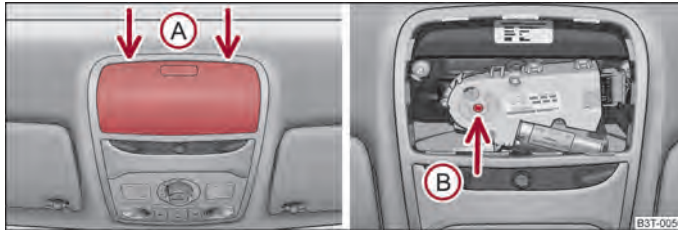

Abb. 33 Ausschnitt des Dachhimmels / Schlüsselansatzpunkt
Bei defekter Anlage können Sie das Panorama-Schiebedach von Hand schließen bzw. öffnen. Die Notbetätigung des Panorama-Schiebedachs befindet sich je nach Fahrzeugausstattung unter der Abdeckung des elektrischen Antriebs, oder unter dem Brillenablagefach ⇒ Abb. 33 - links.
- Setzen Sie einen etwa 5 mm breiten Schraubendreher vorsichtig in den Schlitz an den mit Pfeilen gekennzeichneten Stellen **(A)** ⇒ Abb. 33.